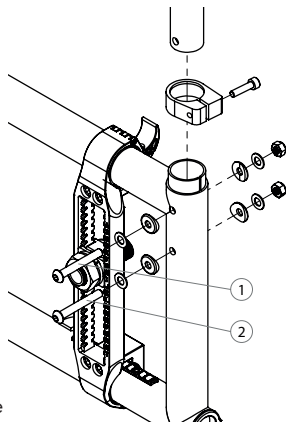

Fig. 8
- Allentate i bulloni superiori (1) (Fig. 8) e (2), che sono anche usati per supportare gli incavi dei braccioli (oscillanti e Flip Back).
- Stringete i bulloni (1) e (2) strettamente.
- Sedia a rotelle equipaggiata con braccioli Flip Back; stringete la vite (1) mentre prestate particolare attenzione alla forza necessaria per ribaltare il bracciolo all'indietro.